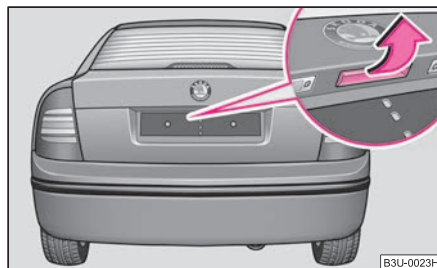

Fig. 26 Maniglia del portellone bagagliaio
- Premere la maniglia ⇒ fig. 26 e sollevare contemporaneamente il portellone.